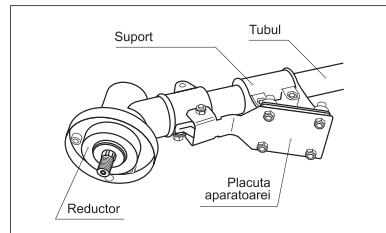

fig. 3
2. Montați apărătoarea pe tub așezând-o între suport și placuta apărătoarei și fixați-o cu cele patru șuruburi (fig. 3).